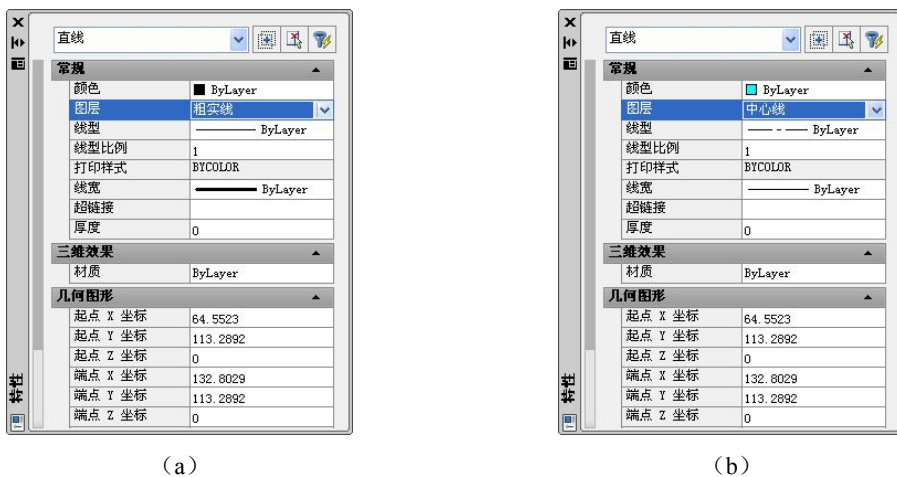

图 11-50 “特性”对话框
(1) 选择两条中心线，执行命令 PROPERTIES，弹出“特性”工具选项板，如图 11-50 (a) 所示。
(2) 修改中心线图层和线型比例后，“特性”工具选项板变为图 11-50 (b) 所示。